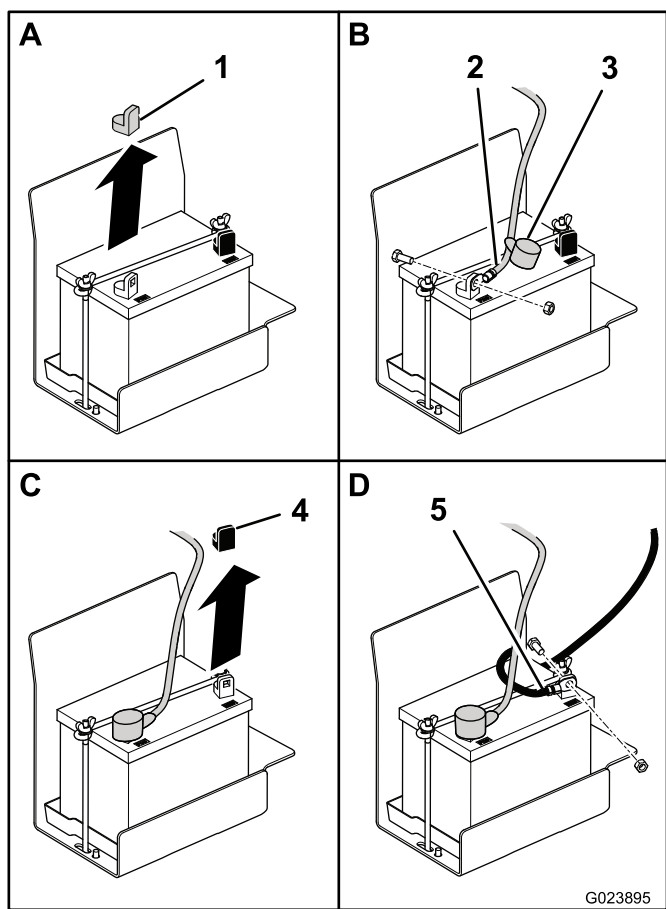

Рисунок 5
- Снимите красную пластиковую крышку с положительной клеммы аккумулятора (Рисунок 5).